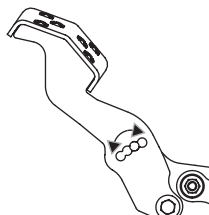

Figure 42
3. Positionnez la pédale sur la position optimale en fonction des préférences de l'opérateur. Voir Figure 42.